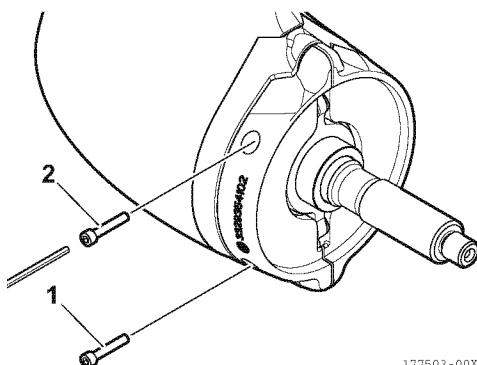

Figure 27
1. À l'aide de la clé hexagonale, desserrez et retirez les vis d'assemblage (1, 2, Figure 27) des anodes (1, 2, Figure 28).